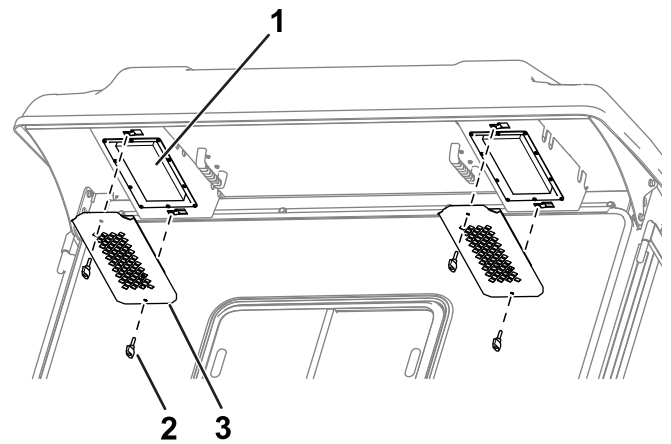

Bild 87
1. Entfernen Sie die Drehknöpfe und Roste vom hinteren Überhang der Kabine (**Bild 87**).
4. Verwenden Sie die Drehknöpfe und Roste, um die Filter in die Kabine einzubauen (**Bild 87**).